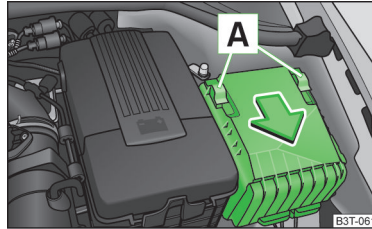

Fig. 197
► Împingeți etrierul de siguranță a capacului panoului cu siguranțe **A** » fig. 197 în sensul indicat de săgeată.